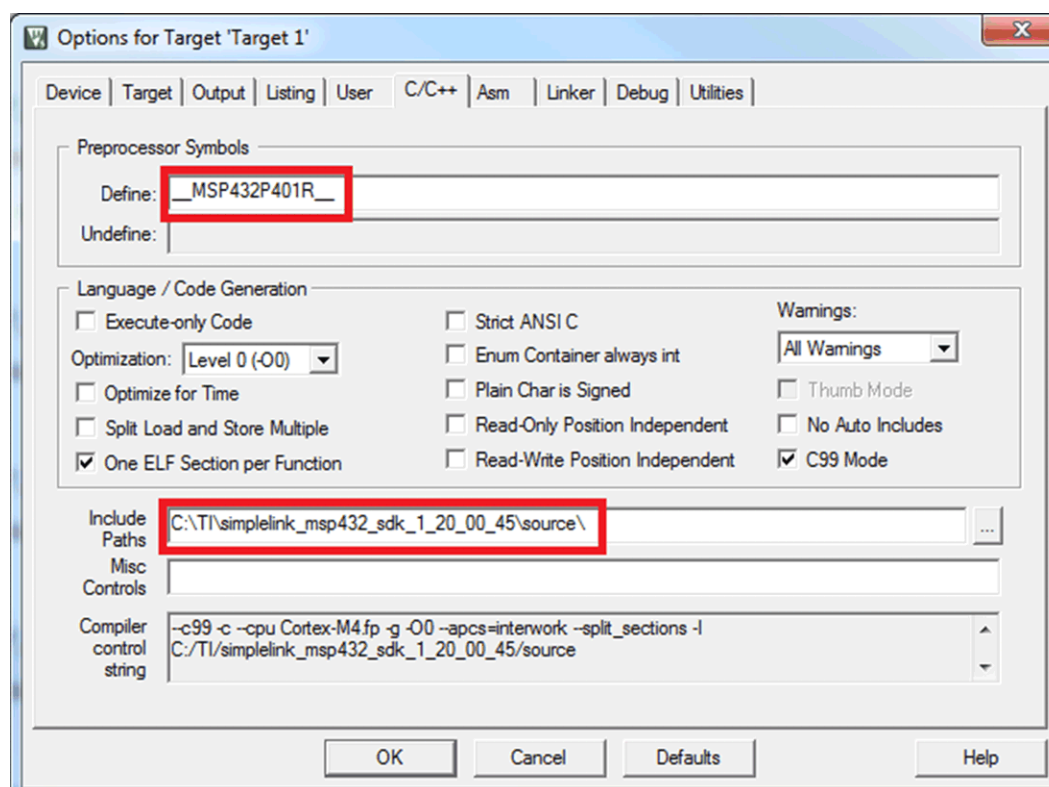

图 45. 将路径添加到驱动程序库文件夹
2. 如果尚未将驱动程序库头文件和源文件的路径包含在项目中，请立即添加。右键单击活动的 µVision 项目，然后选择目标选项 (Options for Target)。将包含路径添加到 C/C++ 选项中的驱动程序库源文件夹（请参见图 45）。例如，添加“C:\TI\simplelink_msp432_sdk_1_20_00_45\source”。